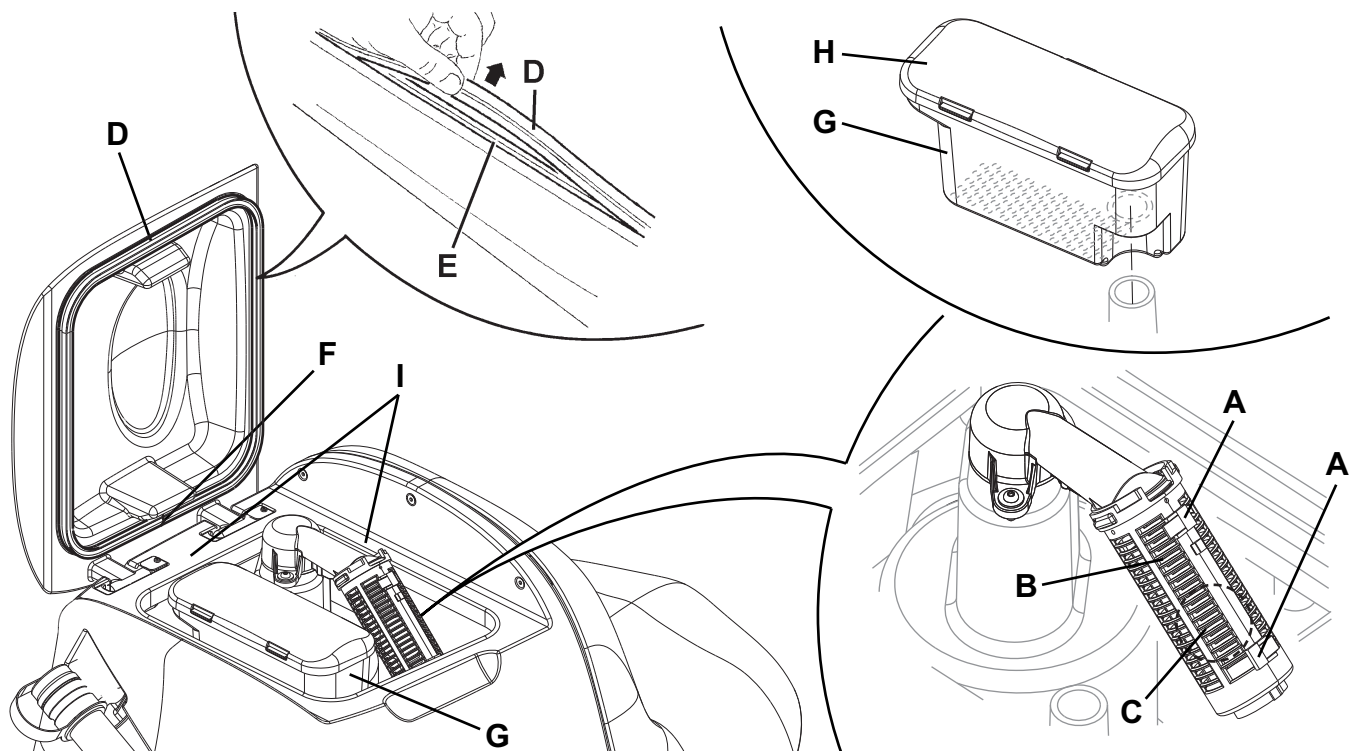

Abbildung 7
5. Ansauggitter (27) reinigen, Haltevorrichtungen (A, Abb. 7) lösen, Gitter (B) öffnen und Schwimmer (C) entnehmen. Sorgfältig reinigen und wieder einbauen.
6. Behälter mit Schmutzfanggitter (26) reinigen, Sammelbehälter (G) herausnehmen und Deckel (H) abnehmen. Sorgfältig reinigen und wieder auf dem Ansaugrohr montieren.
7. Überprüfen, ob die Dichtung (D) des Tankdeckels unversehrt ist.